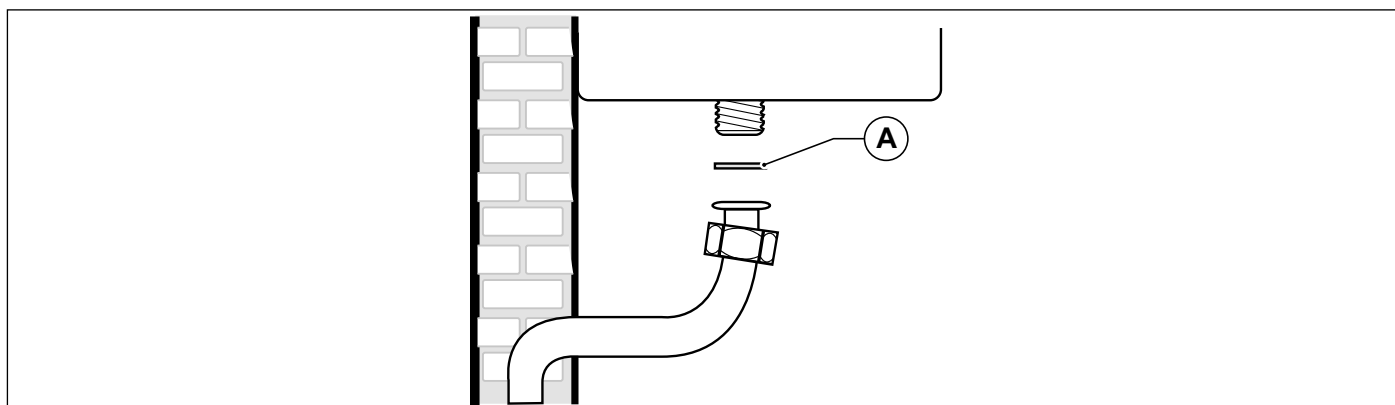

Fig. 15 Allacciamento alla rete del gas
E' OBBLIGATORIO, per collegare l'attacco gas della caldaia alla tubazione di alimentazione, interporre una guarnizione (A) a battuta di misure e materiali adeguati (vedi Fig. 15 Allacciamento alla rete del gas).